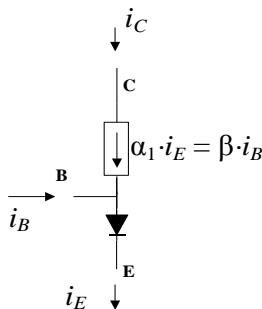

Figura 2.4
El modelo resultante se muestra en la figura 2.4. Con este modelo simplificado es posible determinar los valores de corrientes y tensiones en un circuito con transistores.
Atendiendo al modelo descrito en la figura 2.4 resulta la siguiente relación de corrientes:
Si se polarizan las dos uniones en directa, el transistor está trabajando en la *zona de saturación*. Si la unión de emisor se polariza en directa y la unión de colector en inversa, se está en la *zona activa o lineal*. El modelo de la Figura 2.4 y la ec. (1) corresponden a éste modo de funcionamiento. Y si ninguna de las dos uniones se polarizan en directa, el transistor está en la *zona de corte*.